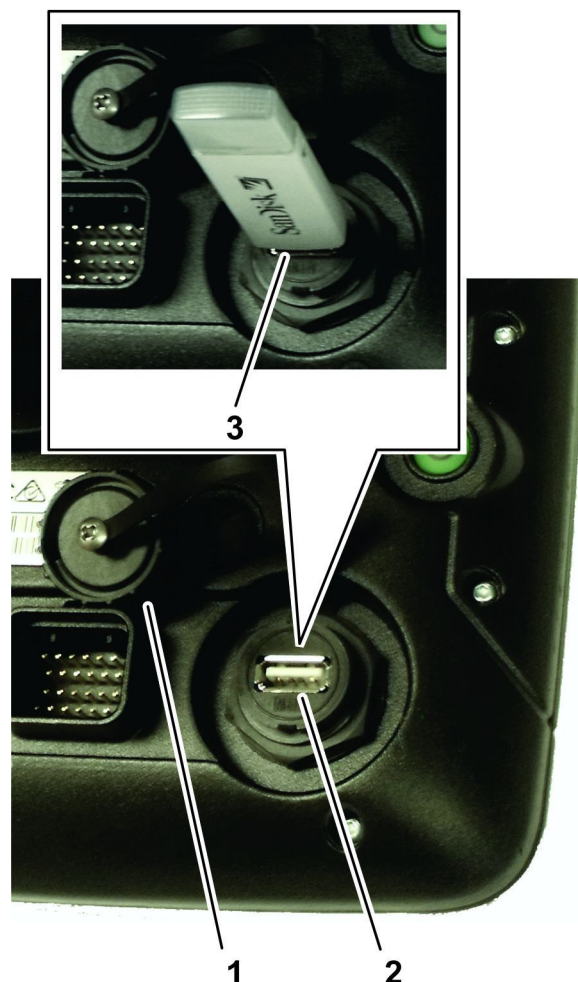

図 31
1. 電源ボタンの下にある USB ポートのキャップを外す 図 31。
2. USB ソケットに USB 記憶装置を入れる 図 31。